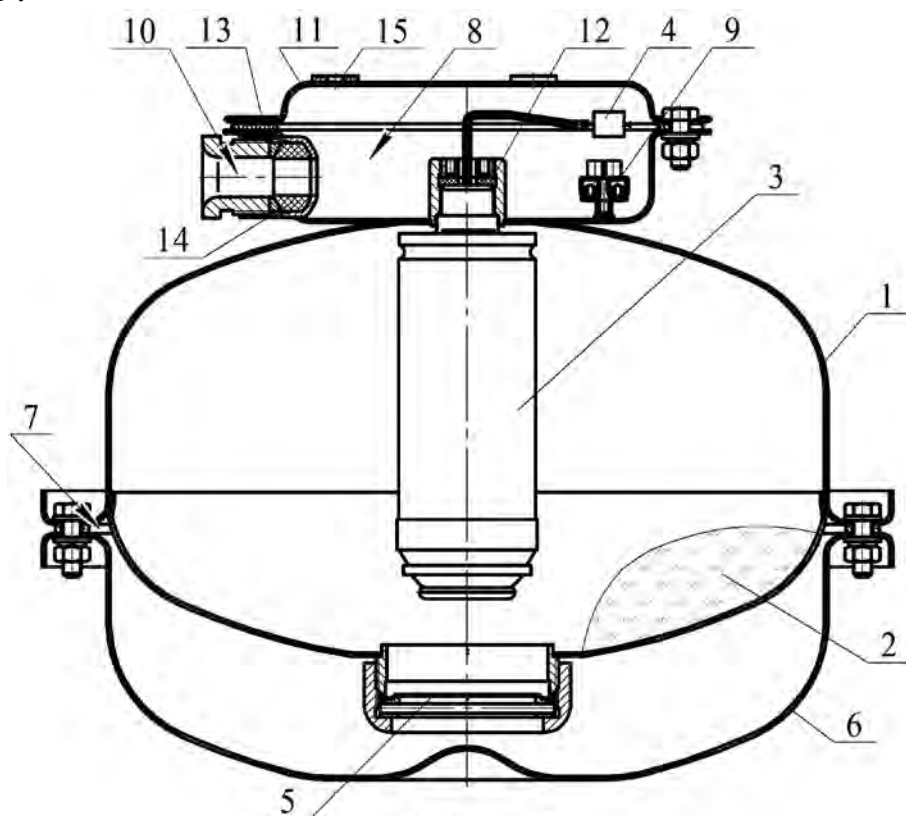

Рисунок 1
1.4.1.1 МПП (см. рисунок 1) состоит из корпуса **1**, в котором размещаются огнетушащий порошок (ОП) **2** и источник холодного газа (ИХГ) **3** с элементом электропусковым **4**. Сопловое отверстие для выхода ОП из корпуса перекрыто мембраной **5**. Со стороны соплового отверстия корпус **1** соединен с отражателем **6**. Насадок-распылитель **7** для выхода ОП представляет щелевой зазор между корпусом **1** отражателем **6**.
После подачи электрического импульса на выводы элемента электропускового **4** ИХГ **3** (см. рисунок 1) генерирует газ, который впускает ОП **2** и создает давление внутри корпуса МПП для вскрытия мембраны **5** и выброса через насадок-распылитель **7** струи ОП в зону горения.
2.1.3 Через резиновые прокладки 15 (см. рисунок 1) закрепить кронштейн 11 (см. рисунок 1) на потолке, стене, полу или иной несущей поверхности. Координаты отверстий в кронштейне, предназначенном для крепления МПП, показаны на рисунке 3.
2.1.4 Через резиновую прокладку 13 (см. рисунок 1) состыковать МПП с кронштейном и закрепить соединение гайками.